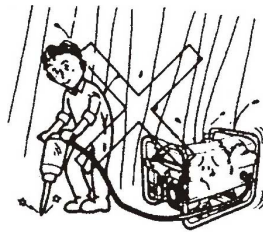

Figura 2
1.2 No utilice la unidad si hay humedad (Figura 2)